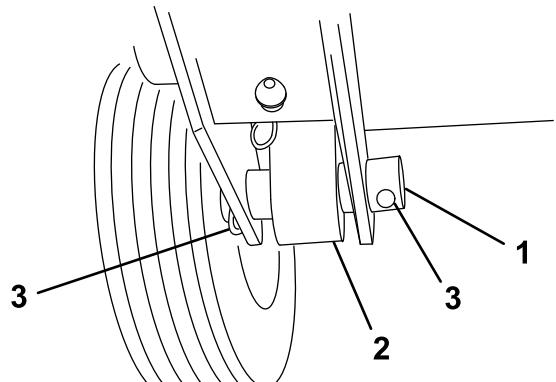

Figura 3
2. Espaçador (2)
5. Monte a traseira do braço de elevação no cilindro de elevação com um pino de articulação e 2 contrapinos (fornecidos com a unidade de tracção) (Figura 3).